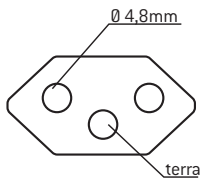

Figura 2
- Tomada de Uso Geral (ver figura 2):